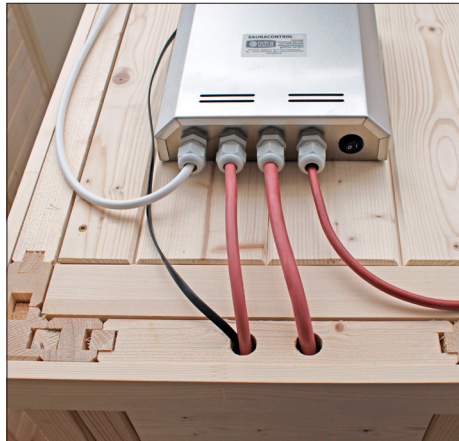

Fig. 8
- III. Passez le câble de raccordement noir de l'unité de commande à l'aide d'un tir fil à travers la goulotte de câbles du sauna jusqu'au toit (Fig. 8).